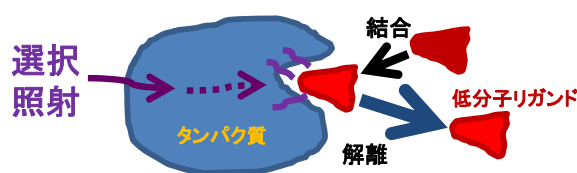
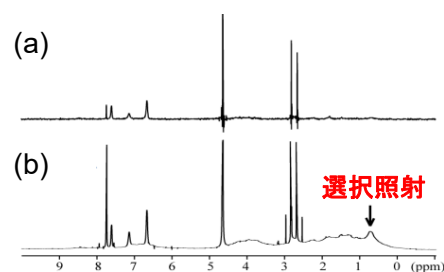

図3 STD法(タンパク質を選択的に励起)
図4 ヒト血清アルブミンとサリチル酸の相互作用 (STD法)
- STD法の測定手法を図3に、応用例を図4に示します。タンパク質によるシグナルが効率よく除去され、リガンド分子のシグナルが鮮明に表れていることが分かります。